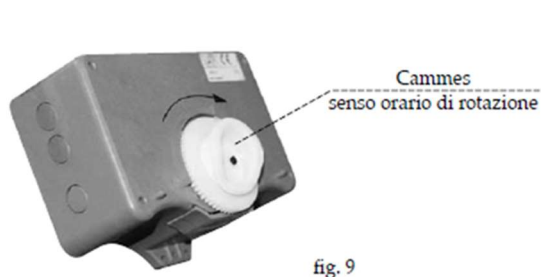

fig. 9
- 2) Agire sulla "cammes" rotonda (dietro il timer) vedi fig. 9, in senso orario in modo da ottenere il primo pilota premuto e l'altro nella posizione riposo. In questo caso la valvola si predispose in controcorrente (l'acqua entra dal basso e va allo scarico).